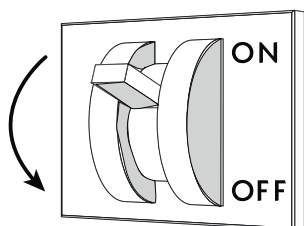

Fig. 28
- Togliere la tensione elettrica al banco tramite l'interruttore sezionatore generale a parete ("Fig. 28").